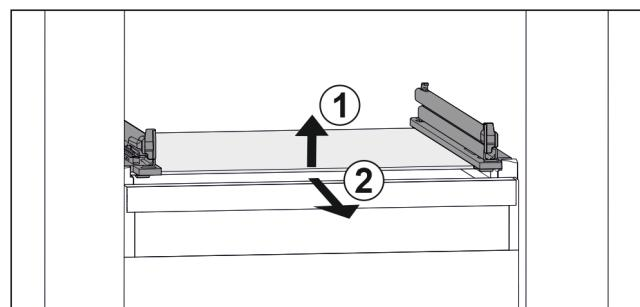

Fig. 133 Příklad znázornění skleněné desky
- Nadzvedněte skleněnou desku vpředu. Fig. 133 (1)
- Vyjměte skleněnou desku dopředu. Fig. 133 (2)